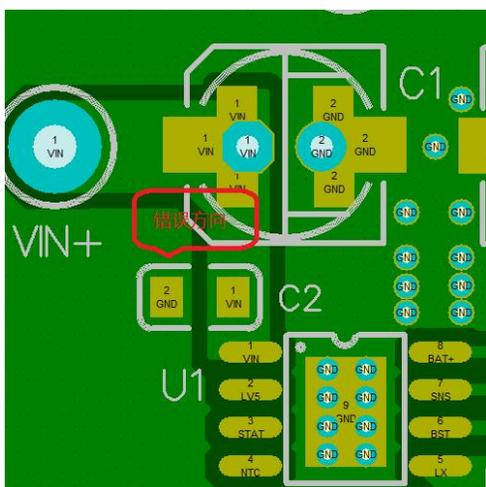

图 2(C2 电容错误方向)
2. 输入小容量贴片电容 C2 尽量靠近芯片第一脚和底盘，注意 C2 的放置方向，尽量放置在输入大电流回路，如下图 2, 3 所示：